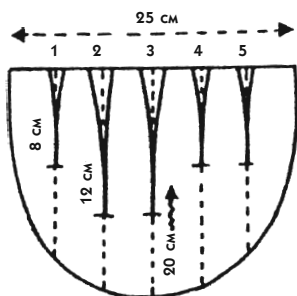

Рис. 798
2. От одного конца горизонтальной линии до другого начертите контур нижнего края детали (рис. 798).
4. Эта деталь представляет собой *основу для накладных бедер* (рис. 798).